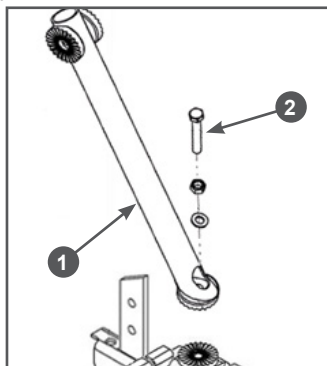

Рис. 6 Установка стойки рукояток управления
6. Установите стойку 1 рукояток управления на мотоблок (Рис. 6). Совместите отверстия в кронштейне и стойке и закрутите болт 2 крепления стойки.